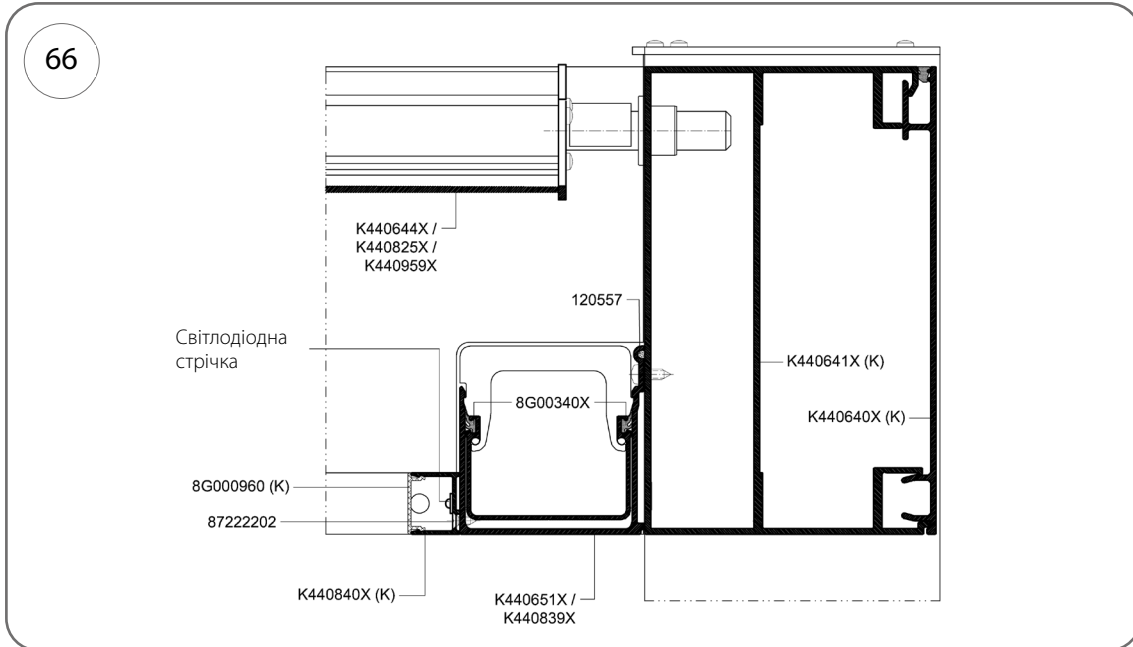
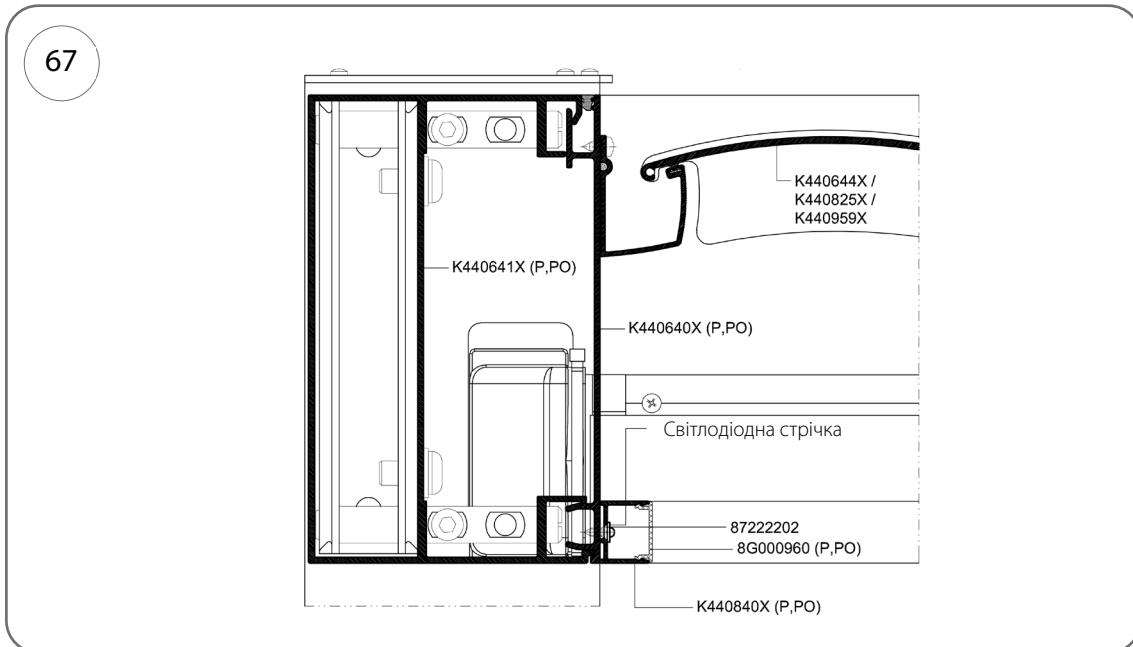

Рис. 66
Рис. 67
1. Прикрутіть до накладки на обрешітку (кат. № K440640X) (рис. 66) та до корпусу водостоку (кат. № K440651X або K440839X) (рис. 67) секцію світлодіодного профілю, кат. № K440840X, використовуючи гвинти 3,5 x 9,5 мм, кат. № 87222202.